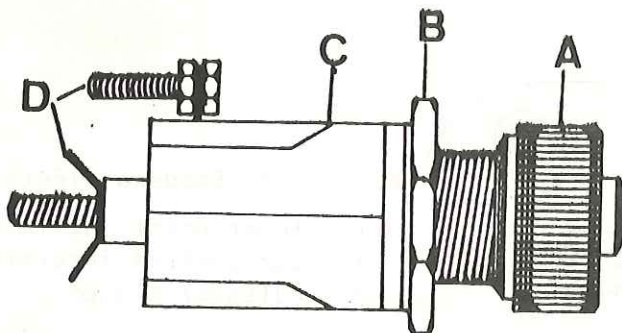

Fig. P3-8 Piloto de control
- 1.3. Retirar la lente, A (Fig. P3-8) para desmontar la tuerca de fijación, B, del piloto al panel de instrumentos y extraer éste